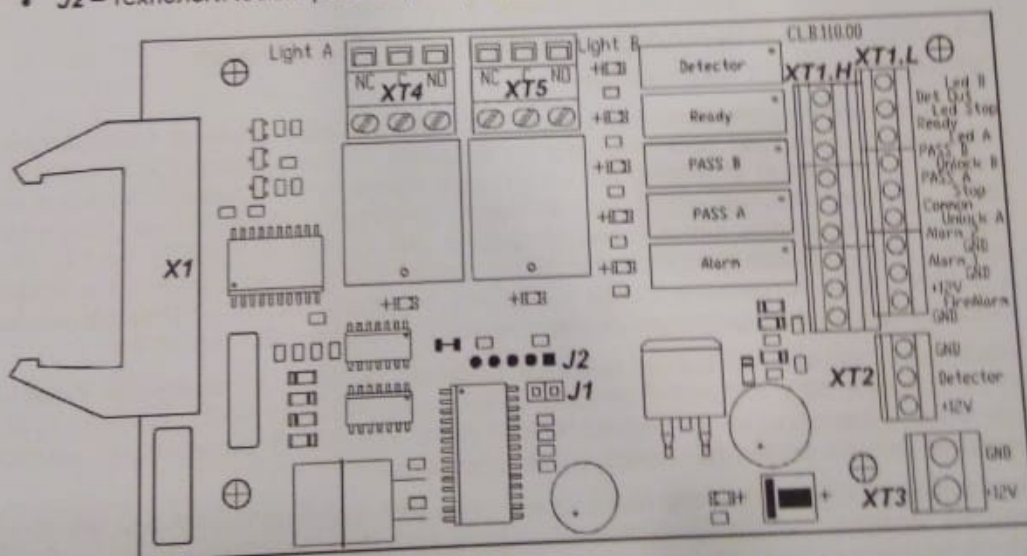
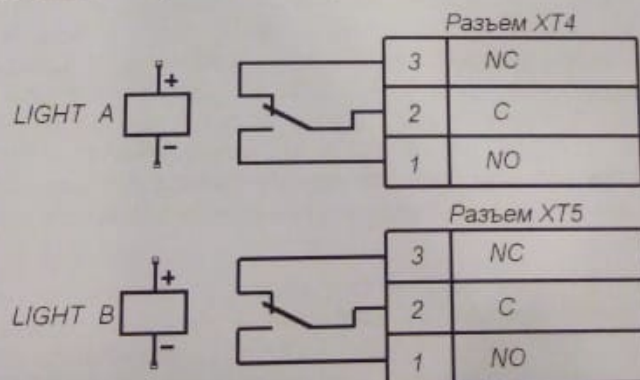

Рисунок 5. Внешний вид платы управления CLB
Рисунок 9. Выходные каскады для Light A и Light B
ПДУ подключается к плате управления гибким многожильным кабелем (11) через клеммную колодку **XT1.L** (см. рис. 5 и 12).
Изменить ориентацию ПДУ относительно установки турникета (если по месту установки турникет обращен к оператору не лицевой, а тыльной стороной) можно, поменяв местами провода от ПДУ, подключаемые на контакты *Unlock A* и *Unlock B*, а также *Led A* и *Led B* соответственно (см. рис. 5 и 12).
На плате управления (см. рис. 5) расположены:
Подключение указанных устройств производится с помощью кабеля (11) к соответствующим клеммным колодкам *XT1.L* и *XT1.H* платы управления в соответствии со схемой электрических соединений (см. рис. 5 и 12).
Обозначения установленных на плате управления клеммных колодок и назначение их контактов показаны на рис. 5.
Факт срабатывания / отпущения реле **PASS A**, **PASS B**, **Ready**, **Detector** и **Alarm** можно определить по загоранию/гашению красных индикаторов, которые установлены вблизи указанных реле (см. рис. 5).
Режим управления определяется наличием перемычки на разъеме **J1** (расположение разъема **J1** показано на рис. 5: перемычка установлена – импульсный режим управления, перемычка снята – потенциальный режим управления). При поставке перемычка установлена.
Подключение ДКЗП производится к клеммной колодке *ХТ2*, а сирены – к клеммной колодке *ХТ1.Н* платы *CLB* согласно схеме электрических соединений (рис. 5 и 12). ДКЗП должен иметь нормально-замкнутые контакты.
На контакты *Det Out* и *Common* клеммной колодки *ХТ1.Н* платы управления (рис. 5) всегда транслируется сигнал о текущем состоянии ДКЗП.
Подключение устройства, подающего команду аварийной разблокировки *Fire Alarm*, производится к клеммной колодке **XT1.L** платы CLB согласно схеме электрических соединений (см. рис. 5 и 12). Если вход *Fire Alarm* не используется, то необходимо установить перемычку между контактами *Fire Alarm* и *GND*. При поставке данная перемычка установлена.
Выносные индикаторы подключаются на клеммные колодки **XT4 (Light A)** и **XT5 (Light B)**. При этом реле **Light A (Light B)** активизировано (на его обмотку подано напряжение), когда горит соответствующая данному направлению прохода зеленая стрелка на блоке индикации, и нормализовано (на его обмотку напряжение не подано), когда соответствующая данному направлению прохода зеленая стрелка на блоке индикации не горит. Факт срабатывания / отпускания реле **Light A** и **Light B** можно определить по загоранию / гашению красных индикаторов, которые установлены вблизи указанных реле (см. рис. 5). Выходные каскады для сигналов **Light A** и **Light B** – перекидные контакты реле (см. рис. 9) со следующими характеристиками сигналов: